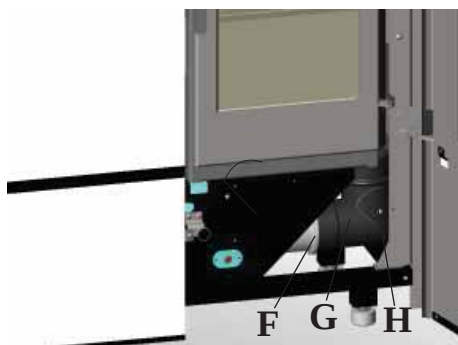

fig. 5
Para la conexión es suficiente adaptar el tubo de acero inoxidable de 8 cm de diámetro (no incluido) en la unión acodada (G-fig.5) presente en la estufa y a la que se puede acceder abriendo la puerta de vidrio derecha (fig. 5).
- Aflojar la abrazadera de bloqueo (F-fig. 5) de la unión acodada y girar la misma 90°.